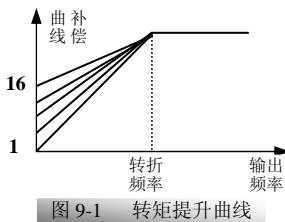

图 9-1 转矩提升曲线
- 共有 16 条“直线型转矩补偿曲线”, 用于提高低频时的输出转矩, 数值越大, 补偿也越大, 如图 9-1 所示。